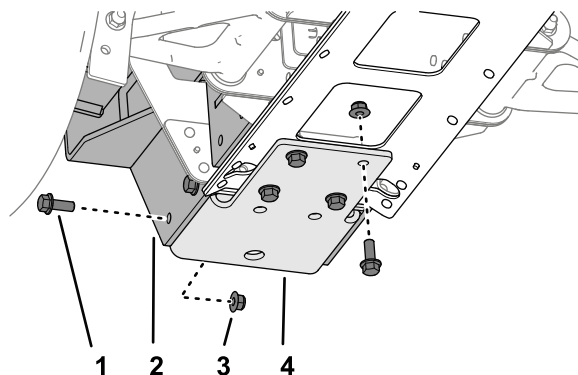
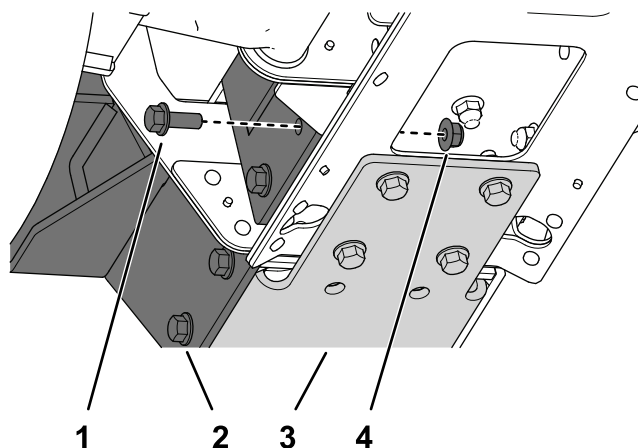
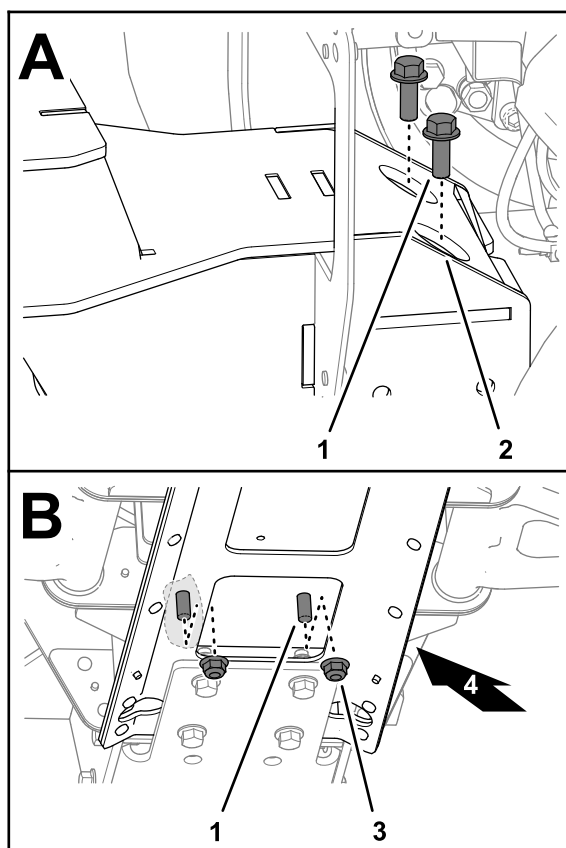

Figura 57
Figura 58
Figura 59
1. Asamblați suportul de colectare a mingiilor și suportul inferior la canalul cadrului frontal și placa de canal central (Figura 57, Figura 58, și Figura 59) utilizând 14 uruburi cu guler ($\frac{3}{8} \times 1"$) și 14 contrapiuli cu guler ($\frac{3}{8}"$).